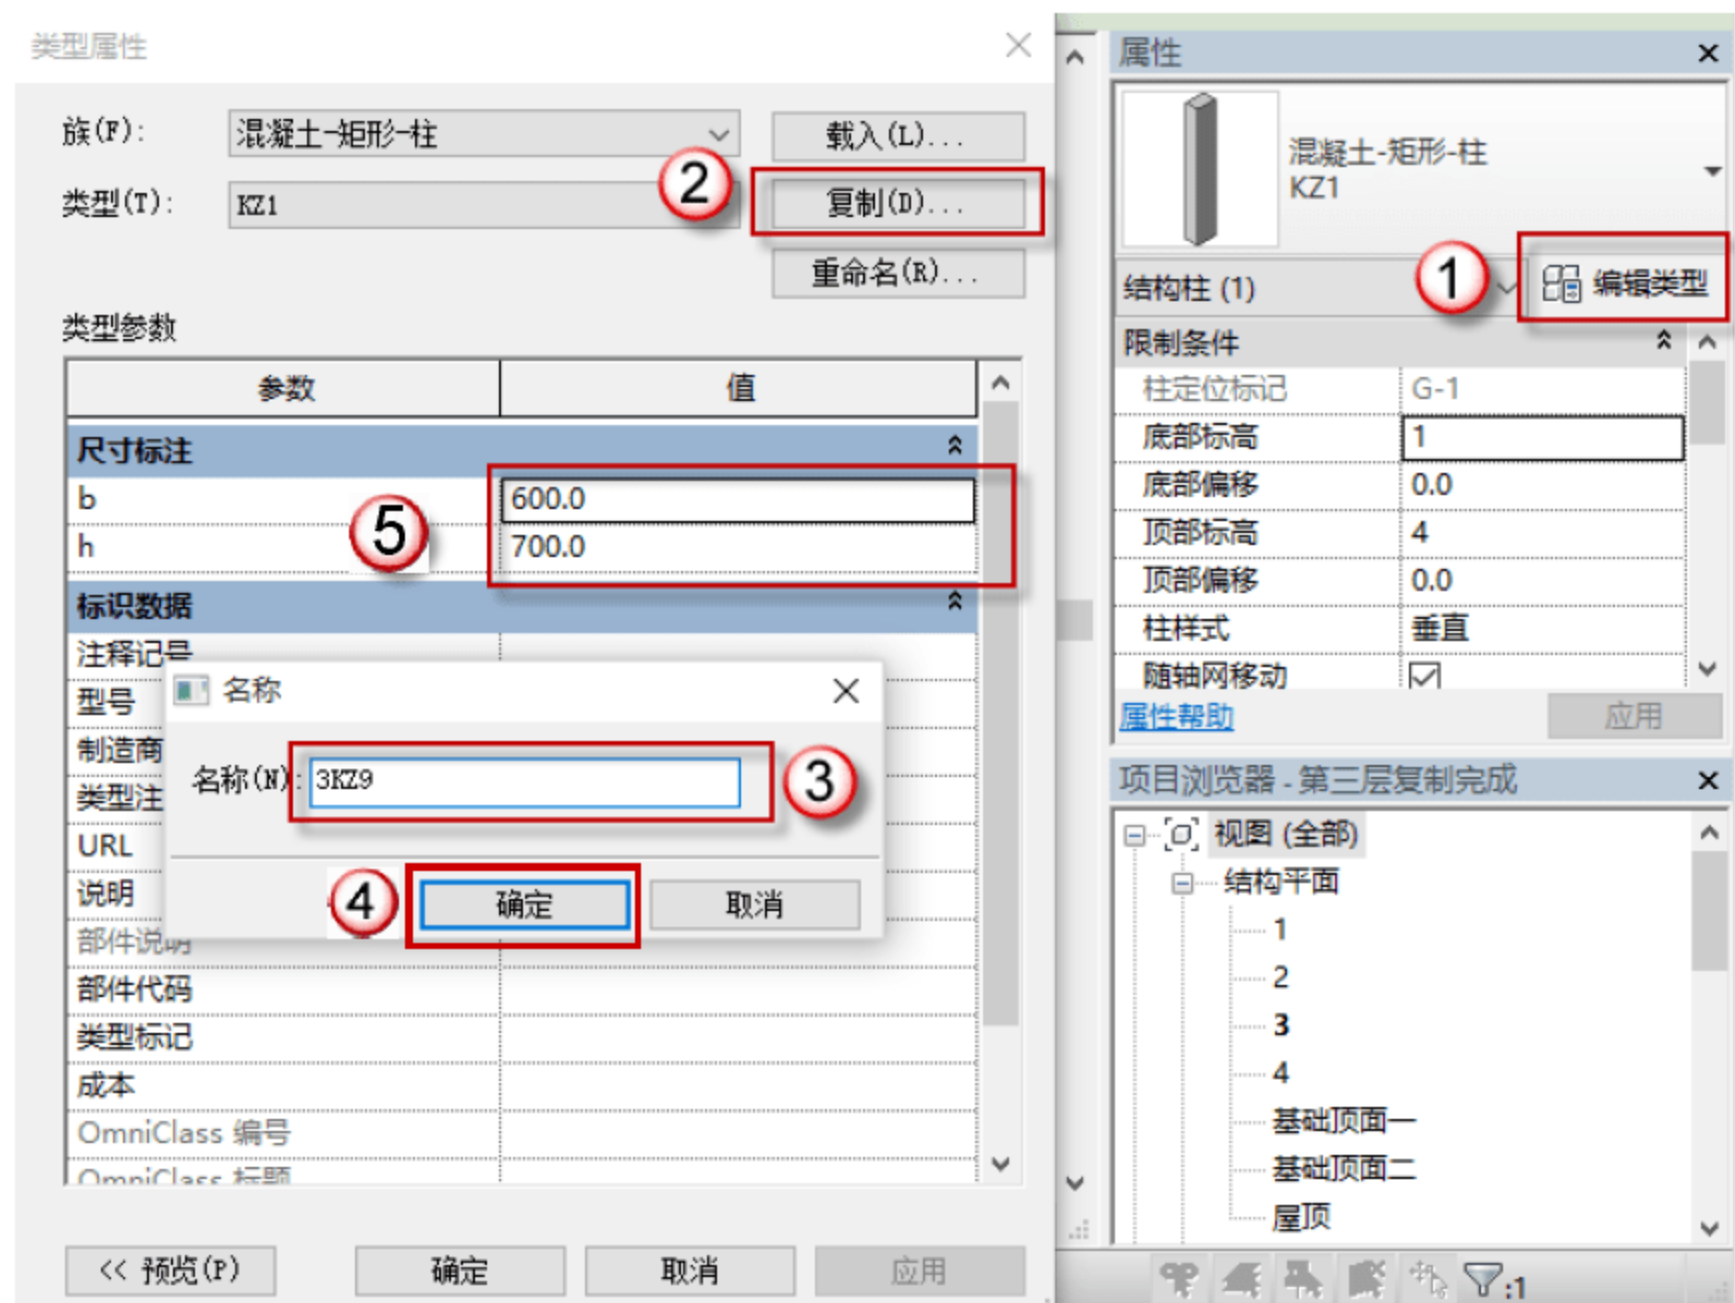

图 4.4.10 修改 KZ9
(10) 修改 KZ9 的参数以及名称，单击 KZ9 对象，单击“编辑类型”按钮，在弹出的对话框中，单击“复制”按钮，在弹出的对话框中命名新的族名称“3KZ9”，单击“确定”按钮，在“尺寸标注”栏中修改截面参数，如图 4.4.10 所示。